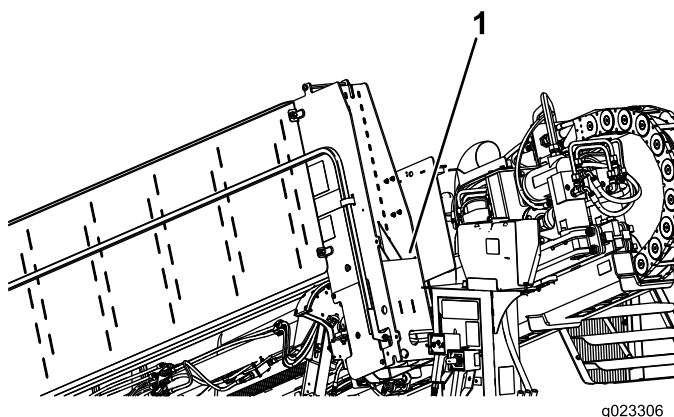

Рисунок 98
7. Поместите замок гидроцилиндра на хранение рядом с баком антифриза (Рисунок 98).